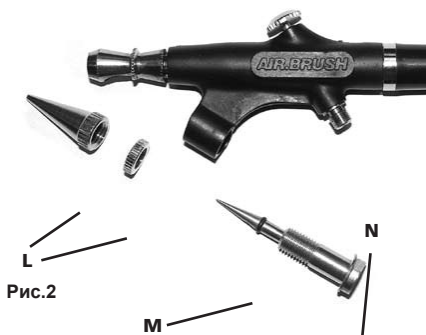

Рис.2
Протрите краскопульт сухой тряпкой. В случае засорения сопла, очистите иглу и само сопло от остатков краски. Для откручивания головки иглы (Рис. 2, N) от краскопульта, вытащите иглу из компонентов сопла (L), снимите резиновую шайбу (M) для предупреждения повреждения и очистите.